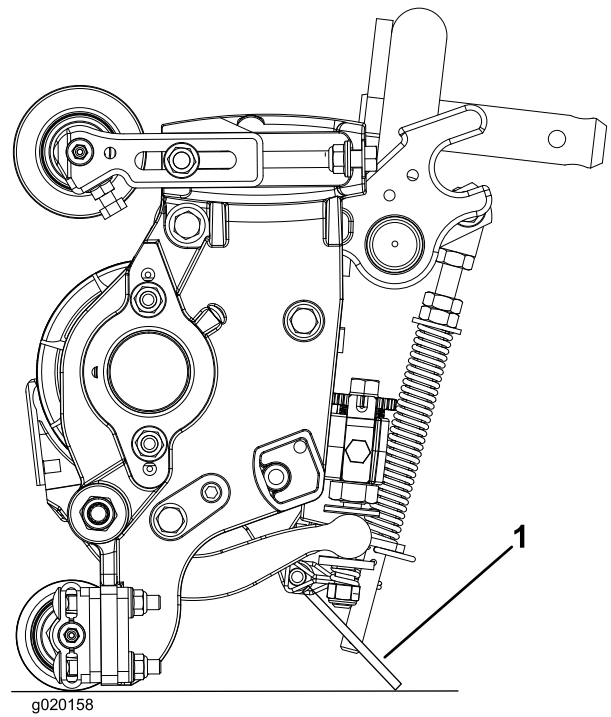

**Figura 18**
7. Enrosque el perno en el otro brazo del seguro de cierre del capó para bloquear la posición del cierre (Figura 18).